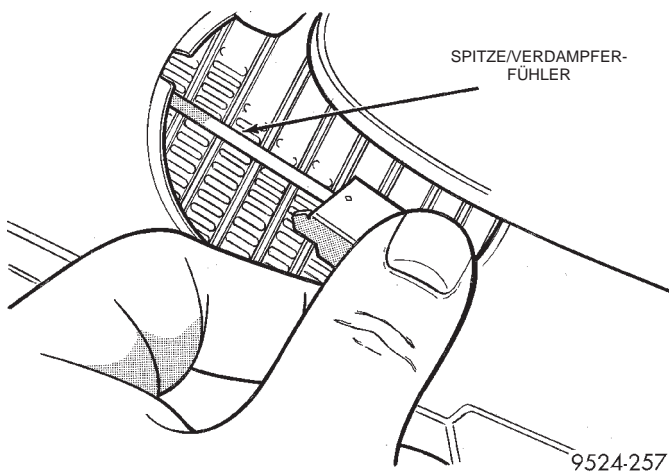

Abb. 43 Verdampferfühler ausbauen
(5) Verdampferfühler vom Verdampfer abziehen (Abb. 43). Die Platte muß in die Heizungs-/Klimaanlage hineingedrückt werden und so ausgerichtet sein, daß sie ausgebaut werden kann.